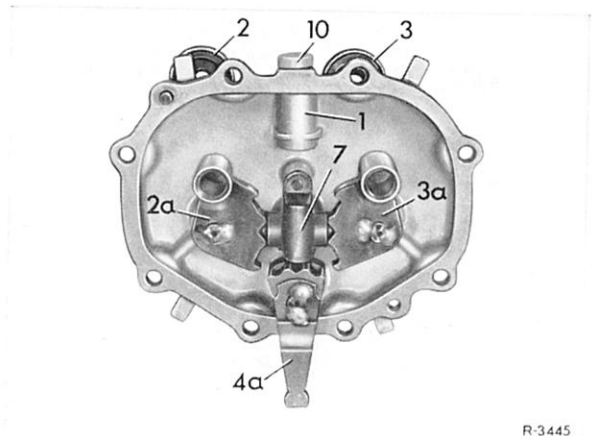

Bild 26–6/2
2 Wellensicherungen (5) von den Schaltwellen abdrücken und zusammen mit den Scheiben (6) abnehmen (Bild 26–6/3).
3 Schaltschwingen (2a) und (3a) und Schaltfinger (4a) auf der Innenseite des Schaltdekels herausziehen (Bild 26—6/2).